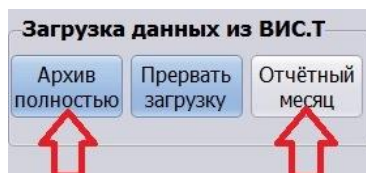

Рисунок 19.
5.2.7. Нажмите на кнопку «Отчётный месяц» ИЛИ «Архив полностью» (рисунок 19).